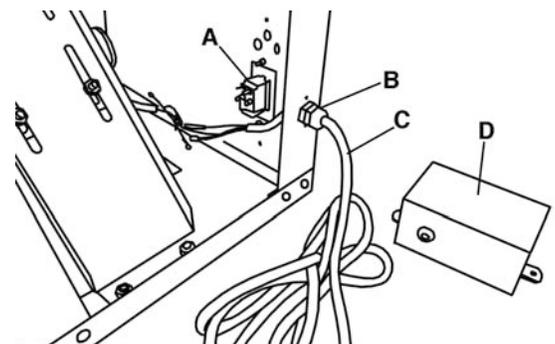

FIGURE 7
Il est nécessaire d'installer l'interrupteur, le couvercle de l'interrupteur, le protège-cordon et le cordon d'alimentation au support. Placez d'abord l'interrupteur (A) Fig.7 dans l'ouverture de l'interrupteur du support et fixez-le en utilisant des vis à têtes bombées, rondelles, rondelles étoile et écrous hexagonaux.